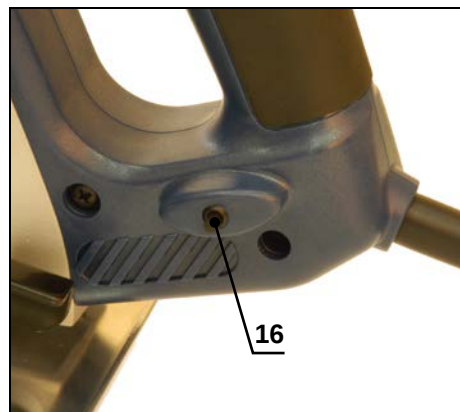

Рис.15
Внимание: после срабатывания защиты, инструмент должен остыть 15-30 мин. Для продолжения работы оператор должен нажать на кнопку сброса (16) рис. 15.